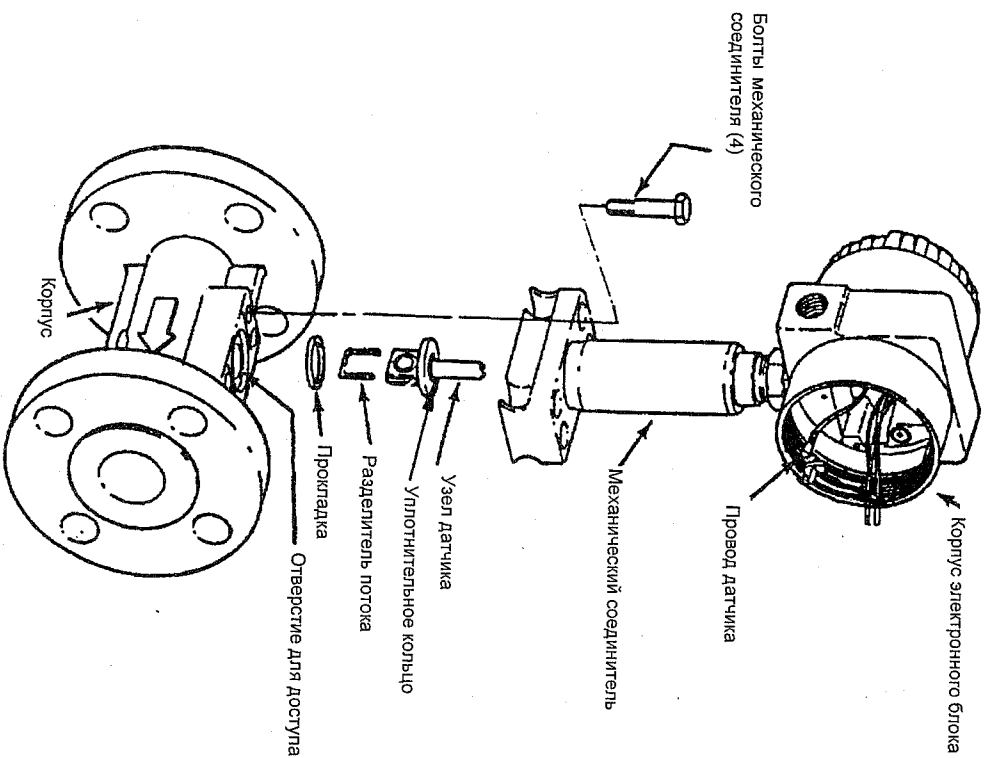

Рис. 31. Сборка расходомера
3. Осторожно проведите провод датчика через отверстие в механическом соединителе и осторожно вытяните провод датчика из корпуса электронного блока пока датчик не коснется механического соединения. См. рис. 31.